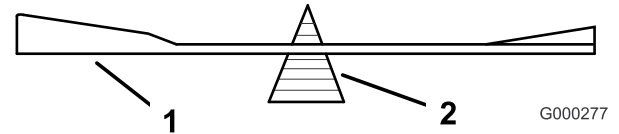

Figura 83
2. Verifique el equilibrio de la cuchilla colocándola sobre un equilibrador de cuchillas (Figura 83). Si la cuchilla se mantiene horizontal, está equilibrada y puede utilizarse. Si la cuchilla no está equilibrada, rebaje algo del metal en la parte de la vela solamente (Figura 84). Repita este procedimiento hasta que la cuchilla esté equilibrada.